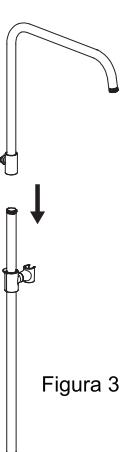
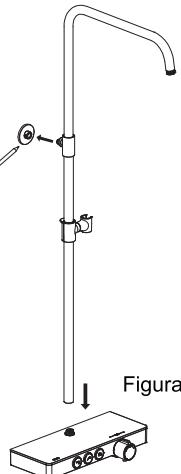

Figura 3
Figura 4
- b) Conecte el tubo del brazo superior al raíl elevador (Figura 3). Conecte el raíl elevador a la barra de ducha termostática y marque la posición del conector del tubo en la pared (figura 4).
- b) Collegare il tubo del braccio sopraelevato alla guida di raccordo (Figura 3). Collegare la barra di raccordo alla barra termostatica della doccia e segnare la posizione del connettore del tubo sulla parete (Figura 4).